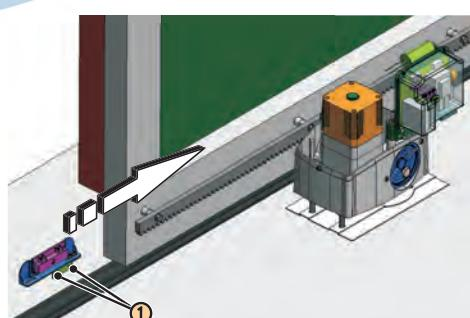

Fig. 19
② Predisporre l'operatore per il funzionamento manuale come da paragrafo 8 ed alimentare il sistema
③ Portare manualmente il cancello in posizione d'apertura lasciando 4 cm dall'arresto meccanico di finecorsa.
④ Far scorrere sulla cremagliera, nella direzione del motore, il magnete più vicino all'operatore, vedi figura 19. Appena il led relativo al finecorsa presente sulla scheda si spegne far avanzare il magnete di altri 10 mm e fissarlo con le apposite viti (Fig. 19 rif. ①).